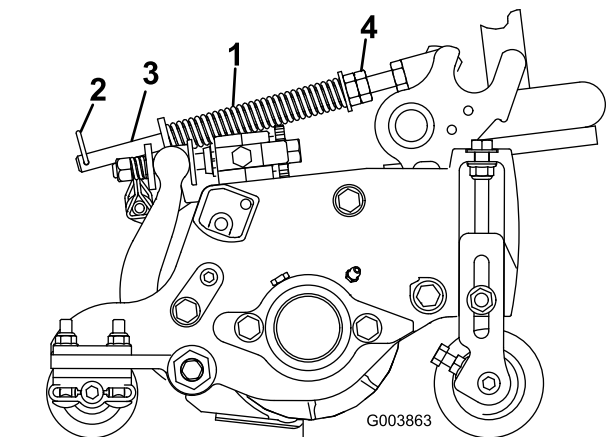

Рисунок 59
Пружина компенсации состояния грунта (Рисунок 59) переносит вес с переднего на задний валик. Это препятствует образованию на грунте волнообразных неровностей (так называемых «волн» или «трясок»).
1. Убедитесь, что игольчатый шплинт вставлен в заднее отверстие штока пружины (Рисунок 59).
2. Затяните шестигранные гайки на переднем конце штока пружины так, чтобы длина сжатой пружины была равна 15,9 см; см. Рисунок 59.